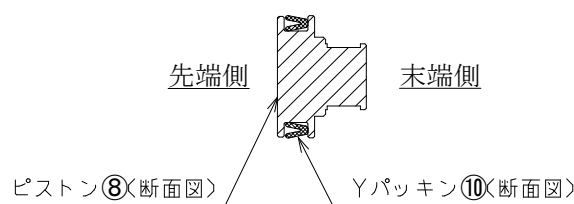

図 2. 組付け時の Y パッキンの向き
(2) オリフィス部・シール面にゴミ・異物が付着していない事を確認してください。
(3) スプリング(φ13.2)⑮は、ピストンプラグ⑨とスプリング内径部がきちんとはめ込まれていることを確認して組み付けてください。
(4) ピストン⑧と Y パッキン⑩を組み付ける際は向きに注意してください。
(Y パッキン⑩の溝をピストン⑧の先端側に向けて組み付けてください。)(図 2 参照)